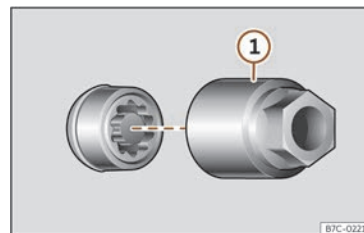

Fig. 40 Caragol antirobatori de la roda amb caputxó i adaptador.
- Encaixeu l'adaptador especial»» fig. 40 ① (eina de bord»» pàg. 48) en el caragol anti-robatori de la roda fins al límit.